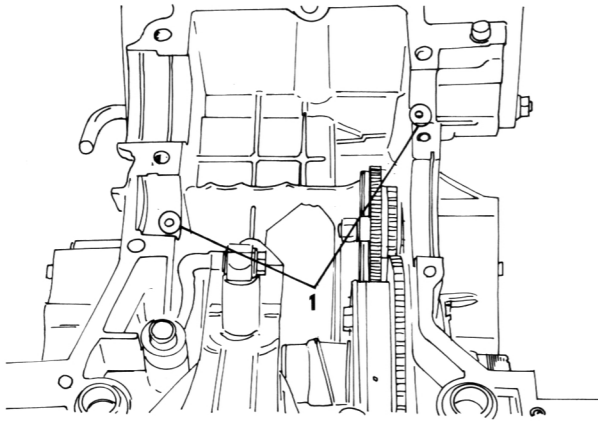

Bild 88
- Passestifte einsetzen (Bild 88).